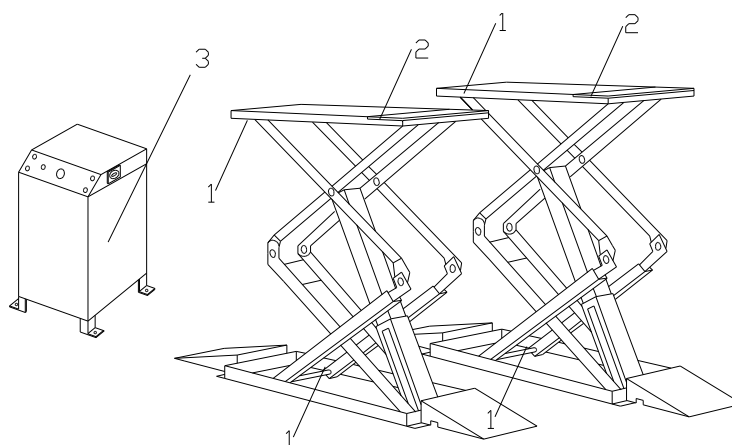

Fig.18
- **Nooddalen (Fig.18)**
(Fig.18)
Voor de smering van de hefbrug raden wij u de volgende smeerpunten aan (zie Fig 18):